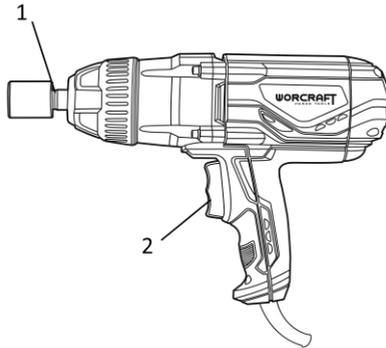

Рисунок 1
4.1 Для включення виробу натисніть обрану необхідну клавішу напрямку обертання вимикача-регулятора (2) (див. рисунок 1) в залежності від характеру виконуваної операції.